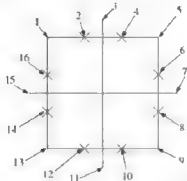

图3-76
**步骤1:** 打开一个名为“多段线练习.dwg”文件,如图3-76所示,已经绘制好了辅助对象。